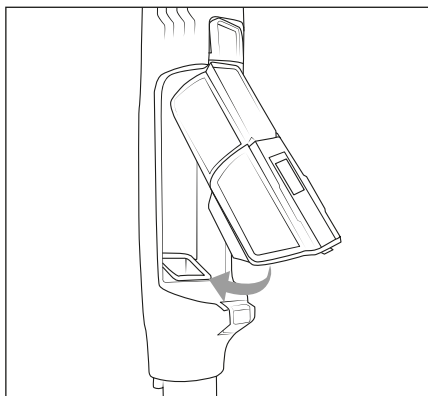

Fig. 21
- 8) Inserire nell'apparecchio prima il contenitore del filtro HEPA ⑤ e poi il contenitore della polvere ⑦ (vedere fig. 21). Assicurarsi che il contenitore della polvere ⑦ si innesti in modo udibile nell'apparecchio.